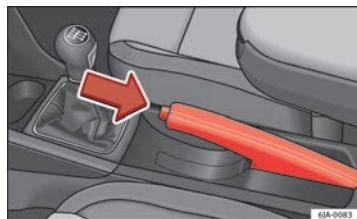

Fig. 103 Consola central:
- Tire ligeramente de la palanca hacia arriba y **al mismo tiempo** presione el botón de desbloqueo ⇒ fig. 103.